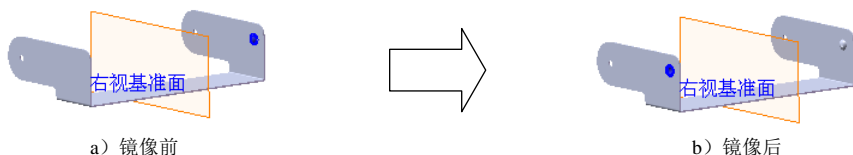

图 14.5.21 镜像 2
Step7. 创建图 14.5.21 所示的镜像 2。
(1) 选择命令。选择下拉菜单  插入(I)  阵列/镜向(E)  镜向(M)... 命令。
(2) 定义镜像基准面。选取右视基准面作为镜像基准面。
(3) 定义镜像对象。选择成形特征 1 作为镜像 2 的对象。
(4) 单击  按钮，完成镜像 2 的创作。